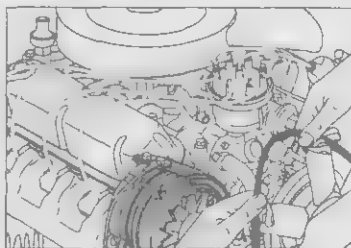

Рис. 14.14 Снимите старый ремень
4. Снимите старый ремень со шкива (рис. 14.14).